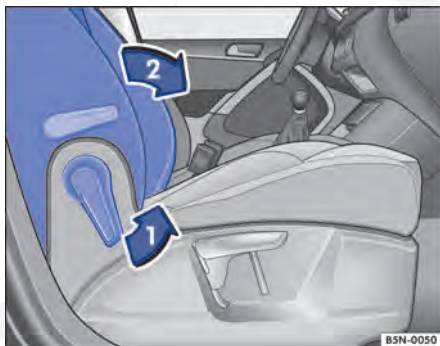

Fig. 57 Rebater o encosto do banco do passageiro dianteiro para frente.
- Destruar o encosto do banco do passageiro dianteiro no sentido da seta ⇒ Fig. 57 ①.
- Rebater o encosto do banco do passageiro dianteiro para frente no sentido da seta ② na posição horizontal.